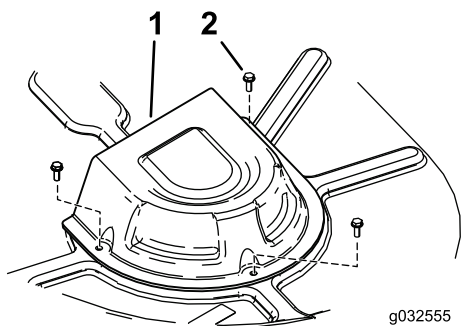

Figura 70
4. Togliete i coperchi delle pulegge (Figura 70).